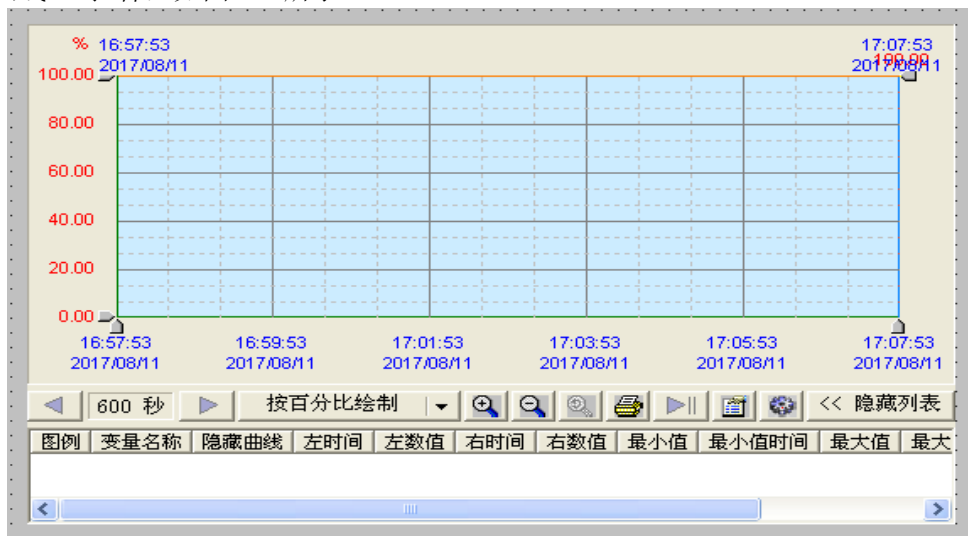

图 6-8
3、选择工具箱中的  工具并选择 KvHTrend ActiveX Control 控件，在画面中插入通用控件窗口中的“历史趋势曲线”控件，如图 6-8 所示。